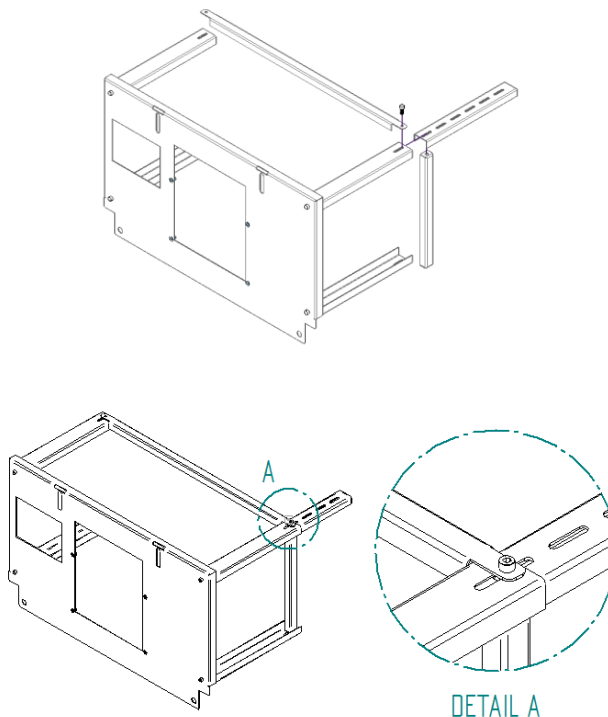

Figure 3 - Montage de la table auxiliaire
2. Placez l'un des verrouillages courts depuis l'intérieur de l'une des extensions de jambe et insérez-le entre les deux extensions de jambe d'un côté, comme on peut le voir sur l'image ci-dessous. Placez l'un des longs verrous depuis l'extérieur et fixez l'ensemble avec une vis DIN 912 M8x20mm. Ne serez pas la vis trop fort, afin de faciliter le montage du reste de l'assemblage. Les rallonges de pieds ont 5 trous, vous devez sélectionner celui à appliquer, ainsi que la hauteur totale de la table, comme indiqué sur la Figure 3.